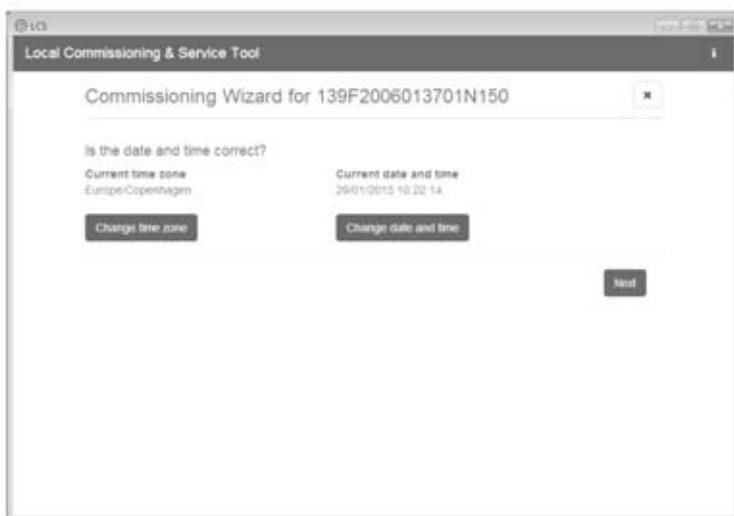

Figura 3.5 Tool LCS - Verificare data e ora
3. Verificare che la data e l'ora siano corrette. In caso contrario, impostare data e ora e continuare. V. figura 3.5.